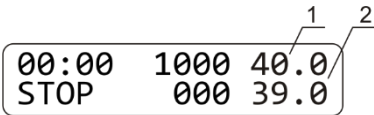

Figura 4. Display após calibração:
6.2 Para alterar o coeficiente de calibração, mantenha pressionada a tecla **Stop** (fig. 1/8) pressionada por mais de 8 s para ativar o modo de calibração. O coeficiente de calibração aparece na tela (figura 4).